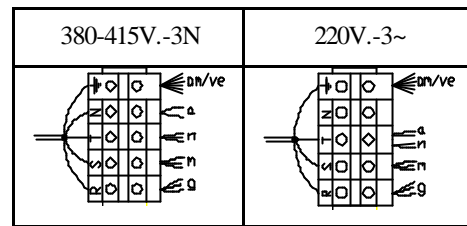

Fig. 6
- Acceder a la regleta de conexiones (E), (Fig. 1 y 6), desmontando la Tapa cuadro eléctrico (Figs.1) Conectar la manguera en la regleta señalada con las letras RSTN o (L1, L2, L3) según Fig. 6.